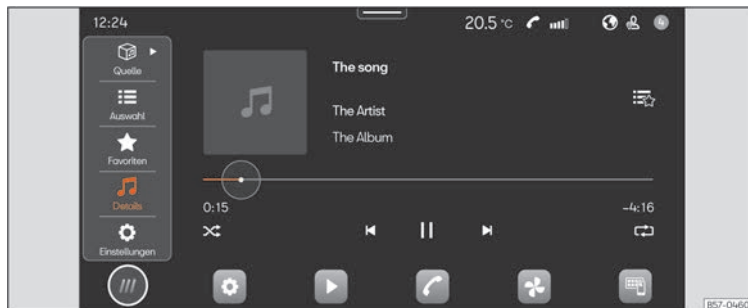

Abb. 165 Schematische Darstellung: Ansicht Medien.
- Drücken Sie **HOME** > ► ►► (Abb. 165).